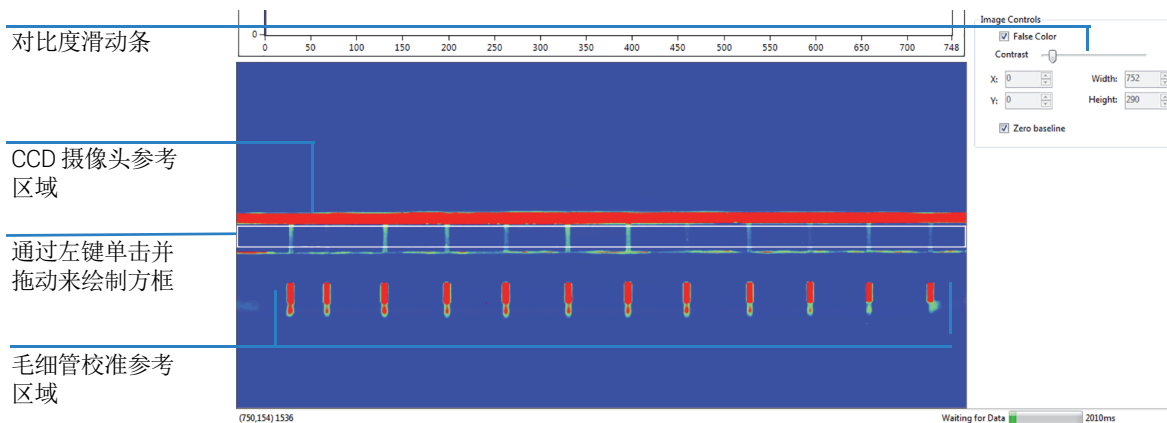

图 32 毛细管校准显示 – 窗口重置
- 3 向左调整对比度滑动条，使显示屏变亮（图 32）
- 4 在显示毛细管阵列的区域周围画一个方框。左键单击并拖动相应的区域（图 32）